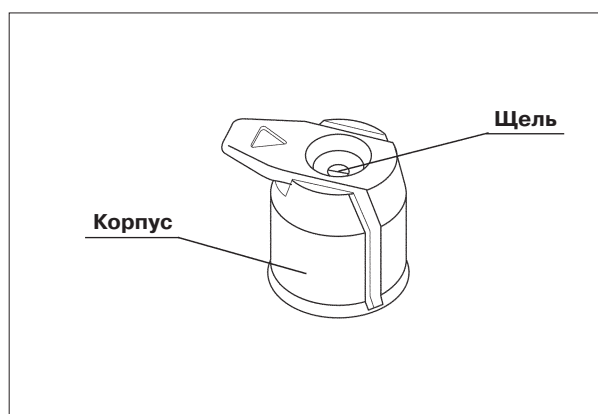

Рис. 3.5
2. Проверьте биопсийный клапан на предмет наличия трещин и других повреждений (см. рис. 3.5).